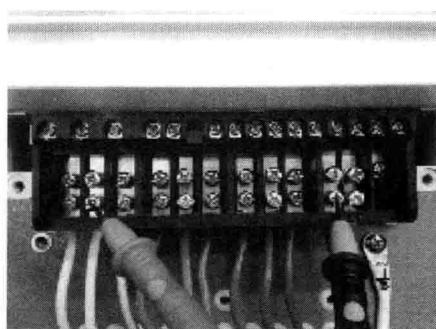

图 1 测量电压示意图
2) 使用万用表分别测量三相相电压 U_1 、 U_2 、 U_3 。测量电压示意图如图 1 所示。